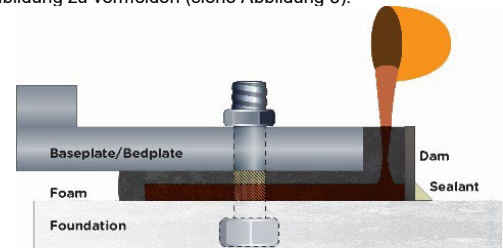

Abbildung 5 – Freies Vergießen von Belzona 7111
- a) Das angemischte **Belzona 7111** sofort nach dem Mischen in den Damm gießen. Das Produkt frei unter die Anlage laufen lassen, um übermäßige Blasenbildung zu vermeiden (siehe Abbildung 5).